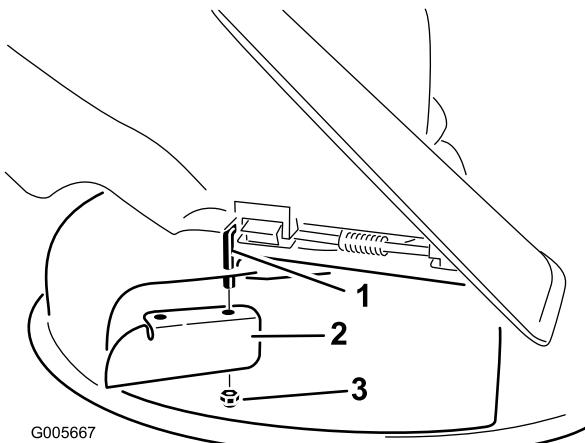

Figura 26
- Installate il deflettore di scarico sull'asta di rotazione visibile (Figura 26).
- Staccate il deflettore di scarico dal piatto di taglio (Figura 26).